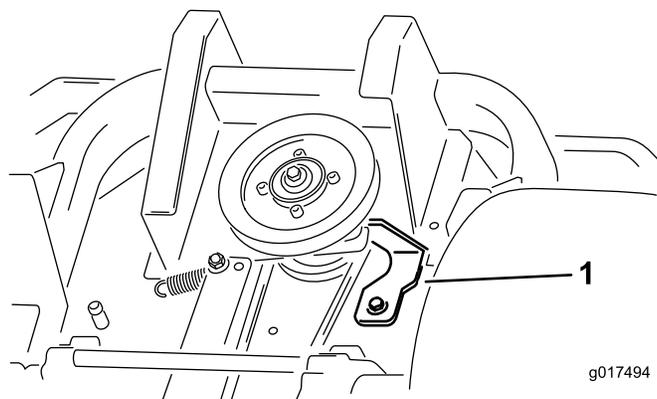

Figura 60
5. Retire el tope del embrague ilustrado en Figura 60.
9. Instale el tope del embrague ilustrado en Figura 60.